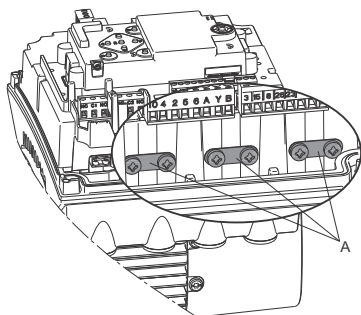

Рис. 62 Заземление экранирующих оплётки кабелей
- Заземлите экранирующие оплётки кабелей шины через один из зажимов заземления (рис. 62, А).